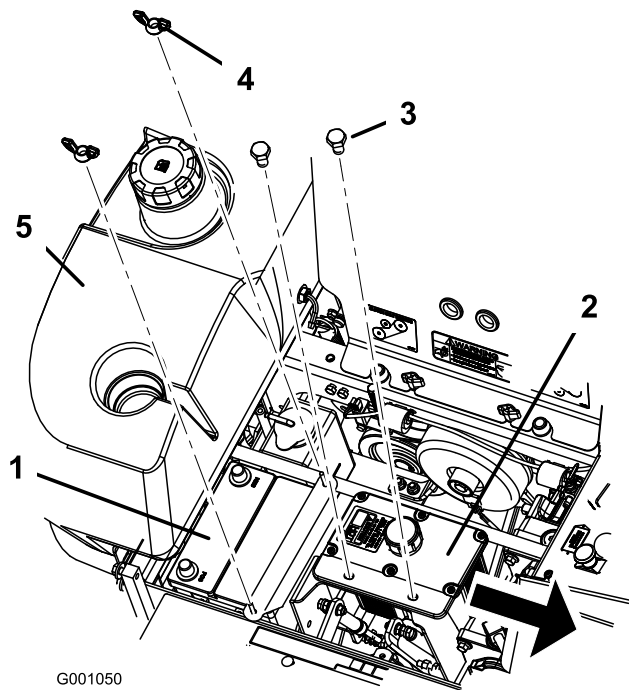

Figura 46
6. Togliere entrambi i dadi ad alette (1/4 poll.) che fissano la staffa di montaggio della batteria (Figura 46).
7. Togliere i due bulloni di fissaggio del serbatoio idraulico (Figura 46).
1. Posizionate la batteria nel vassoio, con i poli in posizione opposta al serbatoio idraulico (Figura 46).
6. Fissate la batteria con bulloni a J, il morsetto fissatore e due rondelle (1/4 poll.) e due dadi ad alette (1/4 poll.) (Figura 46).